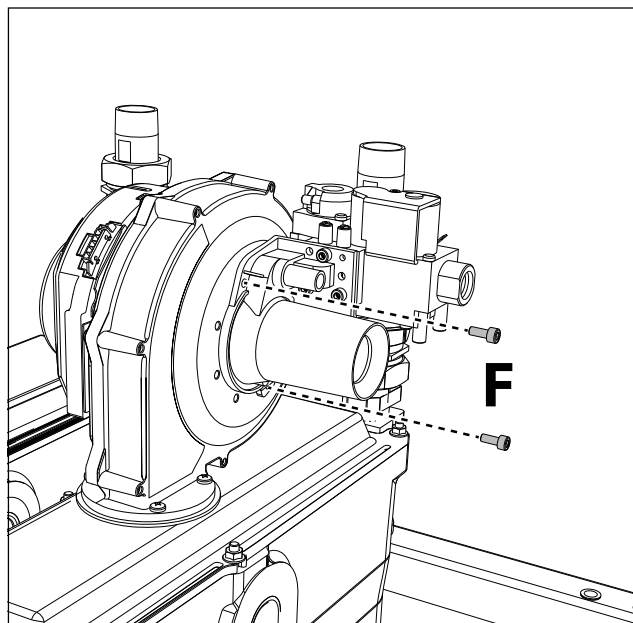
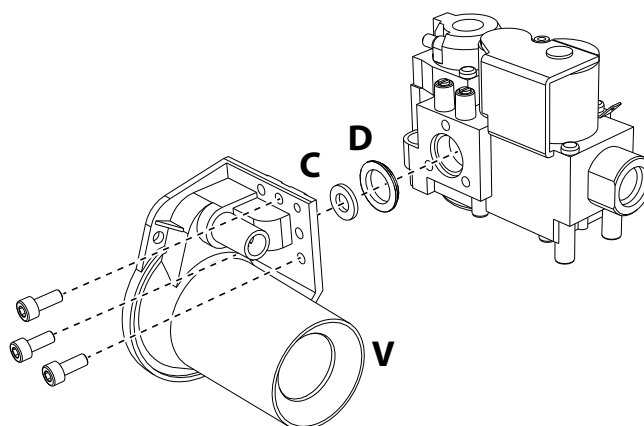

fig. 82
fig. 83
6. Scoateți „ansamblul Venturi” de pe ventilator, deșurubând cele două șuruburi „F” (fig. 82).
7. Scoateți ansamblul Venturi „V” deșurubând cele 3 șuruburi (vezi fig. 83). Înlocuiți duza de gaz „C”, poziționând-o în interiorul garniturii „D”, cu cea aflată în kitul de transformare (vezi fig. 83). Asamblați la loc „ansamblul Venturi” și fixați-l de ventilator (vezi fig. 83 și fig. 82).